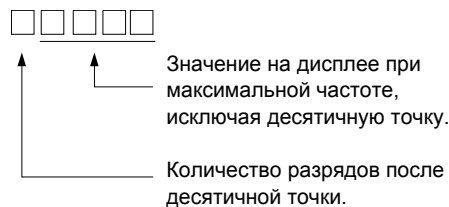

Рис. 6.66 Принцип настройки шкалы
- от 40 до 39999: Шкала, задаваемая пользователем. Установка максимального отображаемого значения в формате, приведенном на *Рис. 6.66*